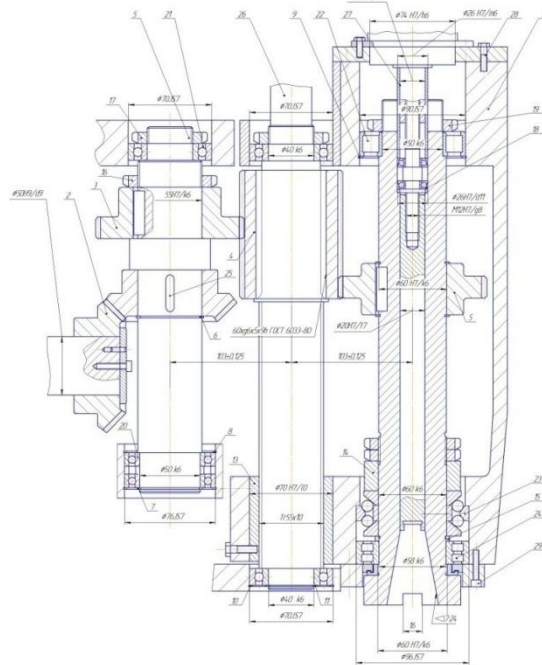

Рис. 2
9. Шпиндельный узел станка. Конструкция (Рис. 2).
13. Для чего служит механизм в отверстии шпинделя? (Рис. 2).